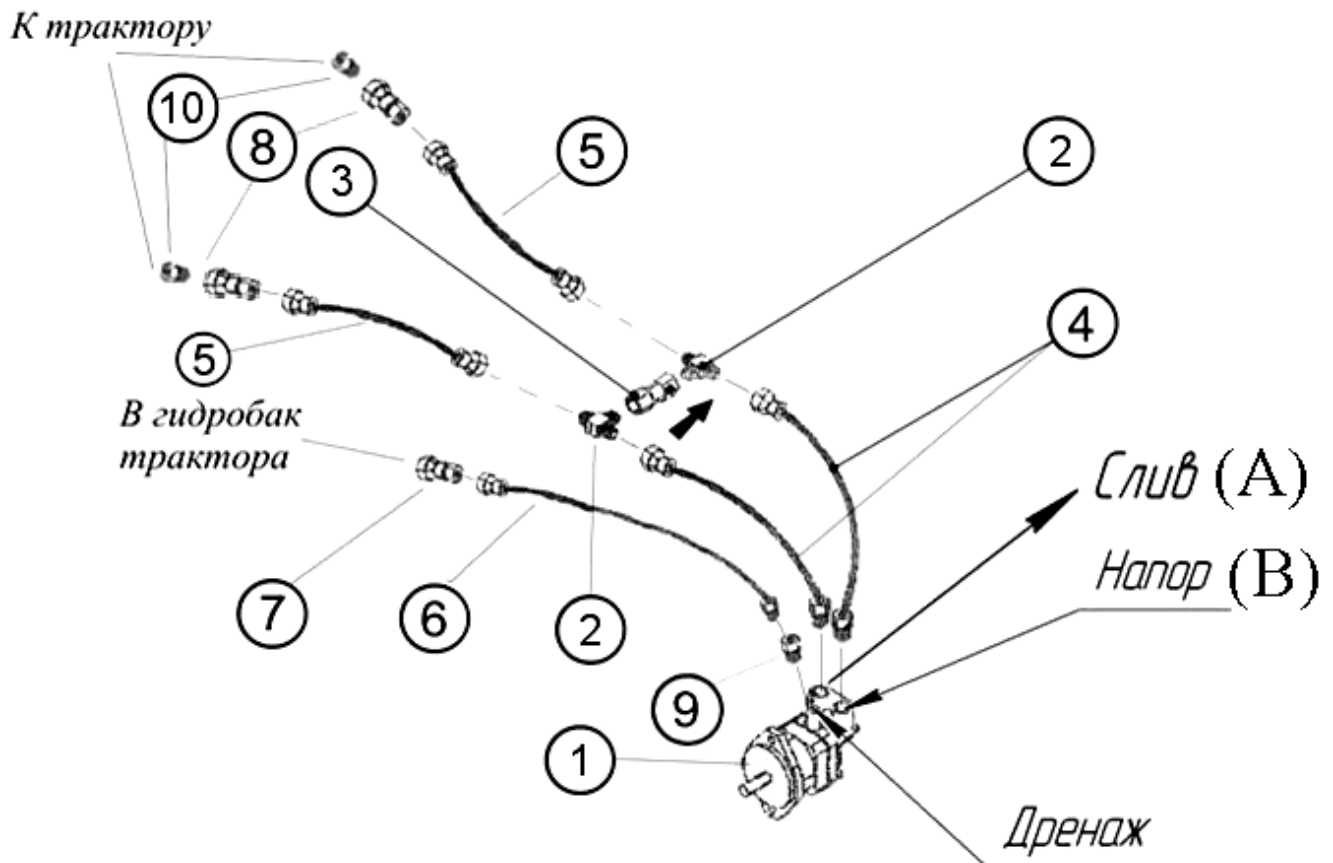
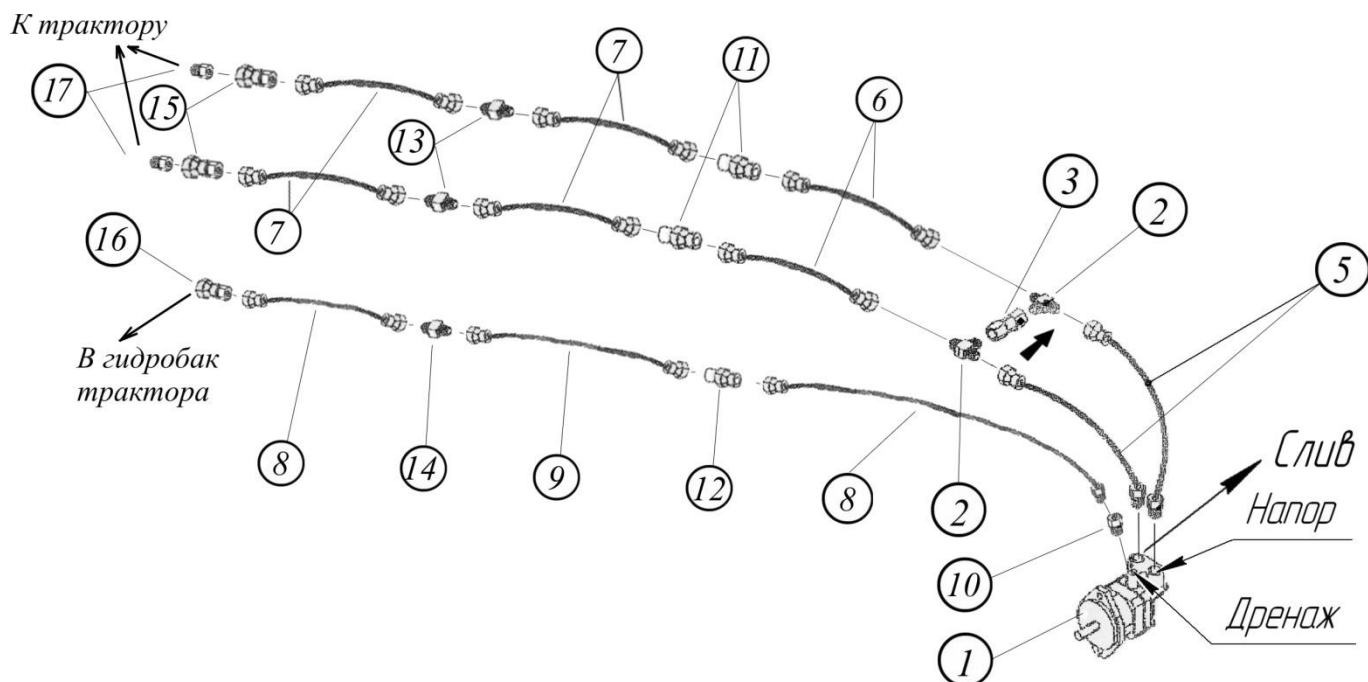

Рис. 4.6.1 Гидропривод вентилятора бункера одноосного.
Рис.4.6.2. Гидропривод вентилятора бункера двухосного.
4.6.1. Установите элементы системы гидропривода вентилятора согласно рис.4.6.1 – для посевного комплекса с одноосным бункером и рис.4.6.2 – для посевного комплекса с двухосным бункером. Номера узлов и деталей см. в табл. 4.6.1, 4.6.2 соответственно и на бирках. Детали поз.1,2,3,5 уже установлены на бункере на заводе изготовителе.
Примечание. Возвратный клапан (поз.3) устанавливать по направлению стрелки из полости «Слив» в полость «Напор» как показано на рис.4.6.1 рис.4.6.2. В зависимости от поставки, на клапане выбита «стрелка» или «точка» по направлению пропускания масла через клапан. Клапан служит для предотвращения резкого стопорения крыльчатки вентилятора при отключении гидросистемы трактора.